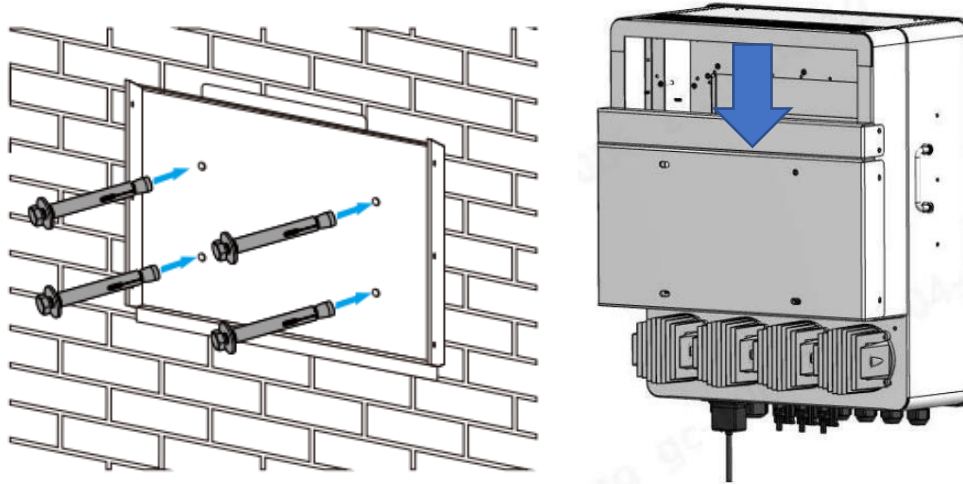

Abbildung 2.8 Schematische Darstellung der Bohrlochpositionen
- Wählen Sie den empfohlenen Bohrer, wie in Abbildung 2.8 unten gezeigt, um 4 Löcher mit einer Tiefe von 52 bis 60 mm in die Wand zu bohren.